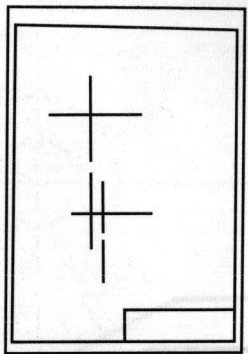

图1-2
2. 按图幅规定，用底稿线画图框及标题栏边框（标题栏的格式与尺寸，如图1-7所示），如图1-2所示。
3. 图形要匀称地布置在图框线内，用底稿线画出图形的中心线和基准线，如图1-2所示。